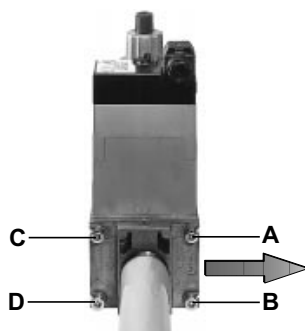
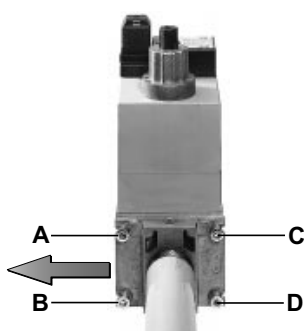

Рис. 15
Рис. 16
- 1 Расслабить винты А и В, но **не снимать** их (Fig. 15 e Fig. 16)
- 2 Отвинтить винты С и D (Fig. 15 e Fig. 16)
ПРИМЕЧАНИЕ В системах с гравитационной подачей или с кольцевым контуром, установить автоматическое отсечное устройство (см. № 4-Рис. 16).